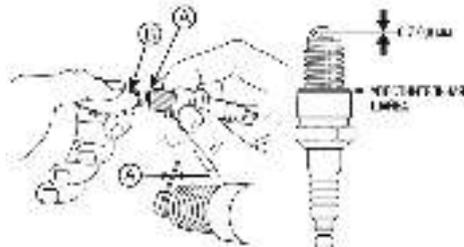

Рис. 33 Обслуживание свечи зажигания
1. Снимите со свечи зажигания колпачок высоковольтного провода и удалите грязь вокруг свечи зажигания (Рис. 33).